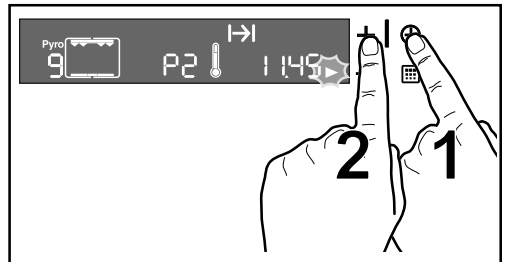

Fig. 23
6. À ce moment là, appuyez sur sur la commande  jusqu'à sélectionner la fonction "Fin de cuisson" (Fig. 23). L'indication du temps s'affiche, le voyant ► clignote.